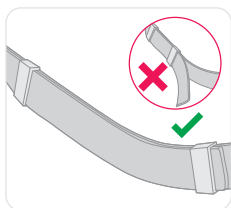

Afb. 15
- Alleen voor de RH3-harnasgordel: bevestig de gordelgesp aan de voorkant en stel de riem bij door hem door de gesp te trekken totdat hij goed past (zie Afb. 15). Het is essentieel dat de bevestigings- en/of instelelementen tijdens gebruik regelmatig worden gecontroleerd. De heupriem is goedgekeurd voor een gebruiker die met gereedschap en apparatuur maximaal 150 kg weegt.